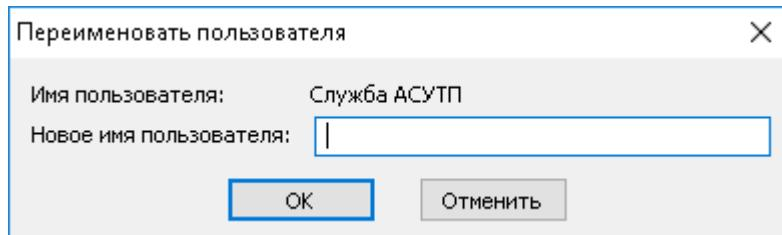

Рисунок 5.1.6 - Форма переименования Пользователя
- **Переименовать Пользователя** – функция изменения имени текущего Пользователя (имеет иконку в панели инструментов и комбинацию горячих клавиш **Ctrl+F6**). Для переименования Пользователя, необходимо щелкнуть курсором мыши на Пользователя в списке Пользователей, имя которого необходимо изменить и вызвать данную функцию, при этом на экране появится окно, в котором необходимо ввести новое имя Пользователя (рисунок 5.1.6). При щелчке на кнопке